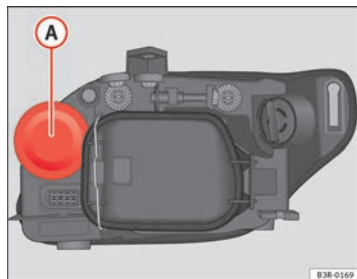

Fig. 220 Lampada luce indicatore di direzione
- Rimuovere la copertura di gomma ⇒ fig. 220 tirandola.